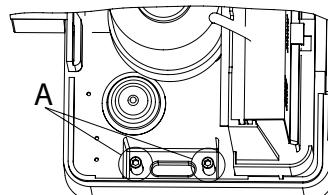

Fig. 6A
- Nel caso le viti M8x50 di fissaggio del motoriduttore siano ancora inserite nella piastra, svitarle. La base del motoriduttore è dotata di 4 dadi posizionati nella parte inferiore della fusione del motoriduttore a fianco delle asole di fissaggio. Avvitare ai dadi attraverso gli appositi fori i 4 grani forniti (rif. A Fig. 6A).